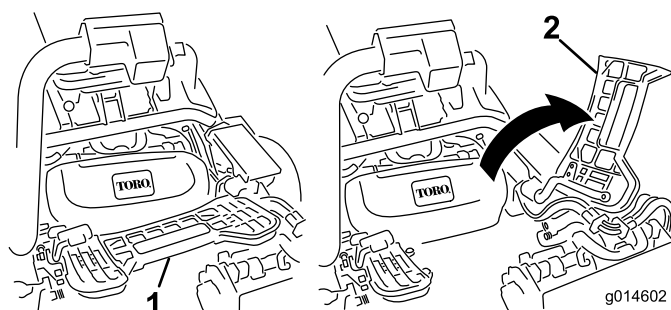

図 10
3. 中央カuttingユニットを取り付ける時は、フット・レストを跳ね上げて取り付け位置へのアクセスを確保する（図 10）。